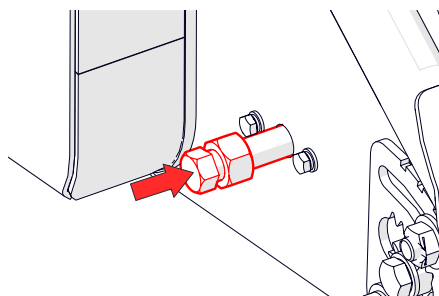

Fig. 8H - Fijar el perno de sujeción
9. Apriete el perno de sujeción [con la llave fija de 19 mm] (Fig. 8H) y, a continuación, la tuerca de cierre [con la llave fija de 24 mm] (Fig. 10I).